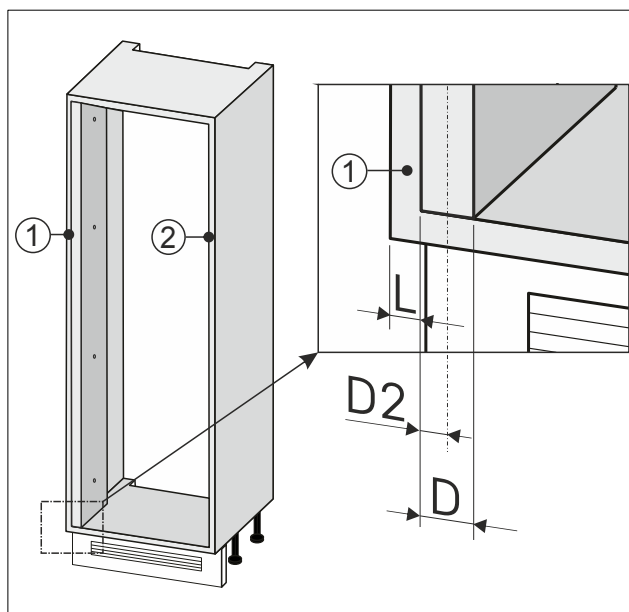

Fig. 94
- ▶ Запишете половината ширина Fig. 94 (D2) на изравнителя на стената.